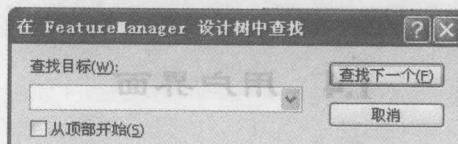

图 1-10 在“FeatureManager 设计树中查找”对话框
- 5) 用右键单击（除了材质或光源与相机外）并在快捷菜单中选择“转到”命令，可以搜索特征管理器设计树中的文字，如图 1-10 所示。